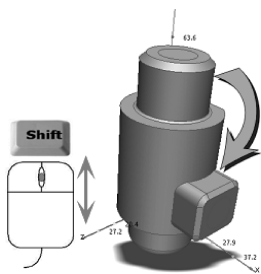

图 2-10 旋转模型
- 1) 若要旋转,可按住〈Shift〉键和鼠标中键,同时移动鼠标,如图2-10所示。